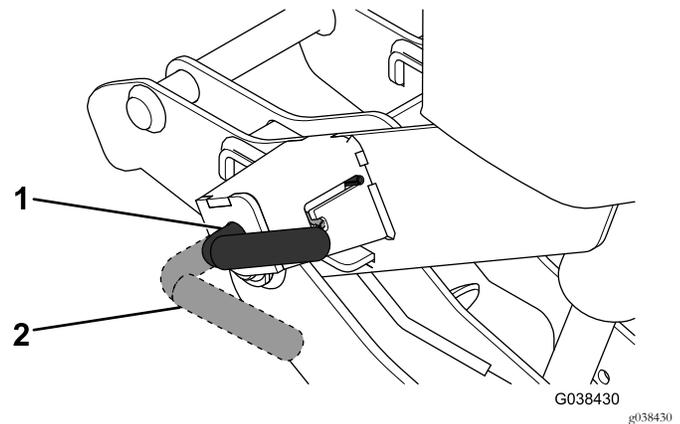

Bild 21
- Drücken Sie den Kupplungsgriff nach oben, stellen Sie die Hebel an den Kupplungen in die AUS-Stellung (Bild 21).